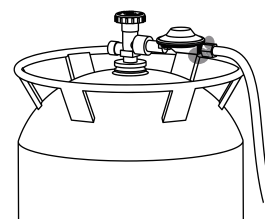

Figure 9
- Regulatoriaus ir žarnos (žr. Figure 9)